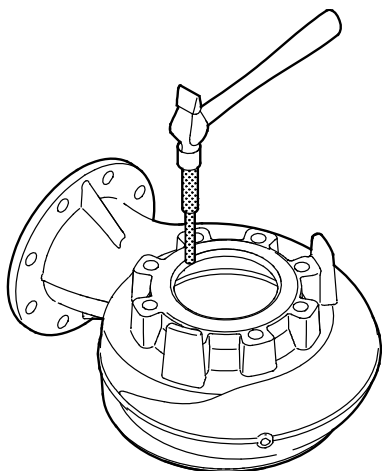

Рис. 4 Демонтаж щелевого уплотнения
2. С помощью выколотки (G) и молотка (I) необходимо выбить щелевое уплотнение (поз. 46) из корпуса насоса, см. рис. 4, либо снять его с помощью отвертки (H), приложив ее как рычаг.